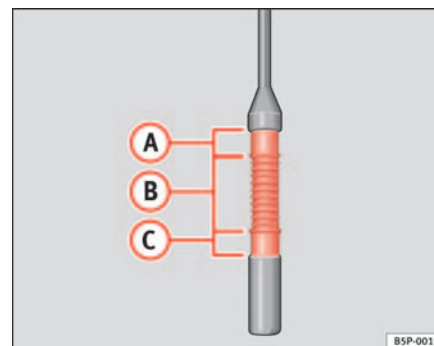

Fig. 120 Jauge d'huile-moteur
- Retirez de nouveau la jauge d'huile et lisez le niveau d'huile sur l'extrémité inférieure de la jauge ⇒ page 187, fig. 120.
Si le niveau d'huile se trouve dans la zone ⇒ page 187, fig. 120 **(A)**, il ne faut pas faire d'appoint d'huile.